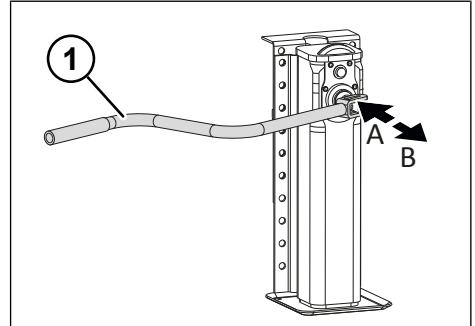

Рис. 5-3: Движение с нагрузкой и быстрый ход задней опоры
- ▶ Включите быстрый ход, вытянув кривошипную рукоятку (см. "Рис. 5-3: Движение с нагрузкой и быстрый ход задней опоры", стр. 29).
- ▶ Включите движение с нагрузкой, вдавив кривошипную рукоятку (см. "Рис. 5-3: Движение с нагрузкой и быстрый ход задней опоры", стр. 29).
- ▶ Установите движение с нагрузкой, вдавив кривошипную рукоятку (см. "Рис. 5-3: Движение с нагрузкой и быстрый ход задней опоры", стр. 29).
- ▶ Установите быстрый ход, вытянув кривошипную рукоятку (см. "Рис. 5-3: Движение с нагрузкой и быстрый ход задней опоры", стр. 29).